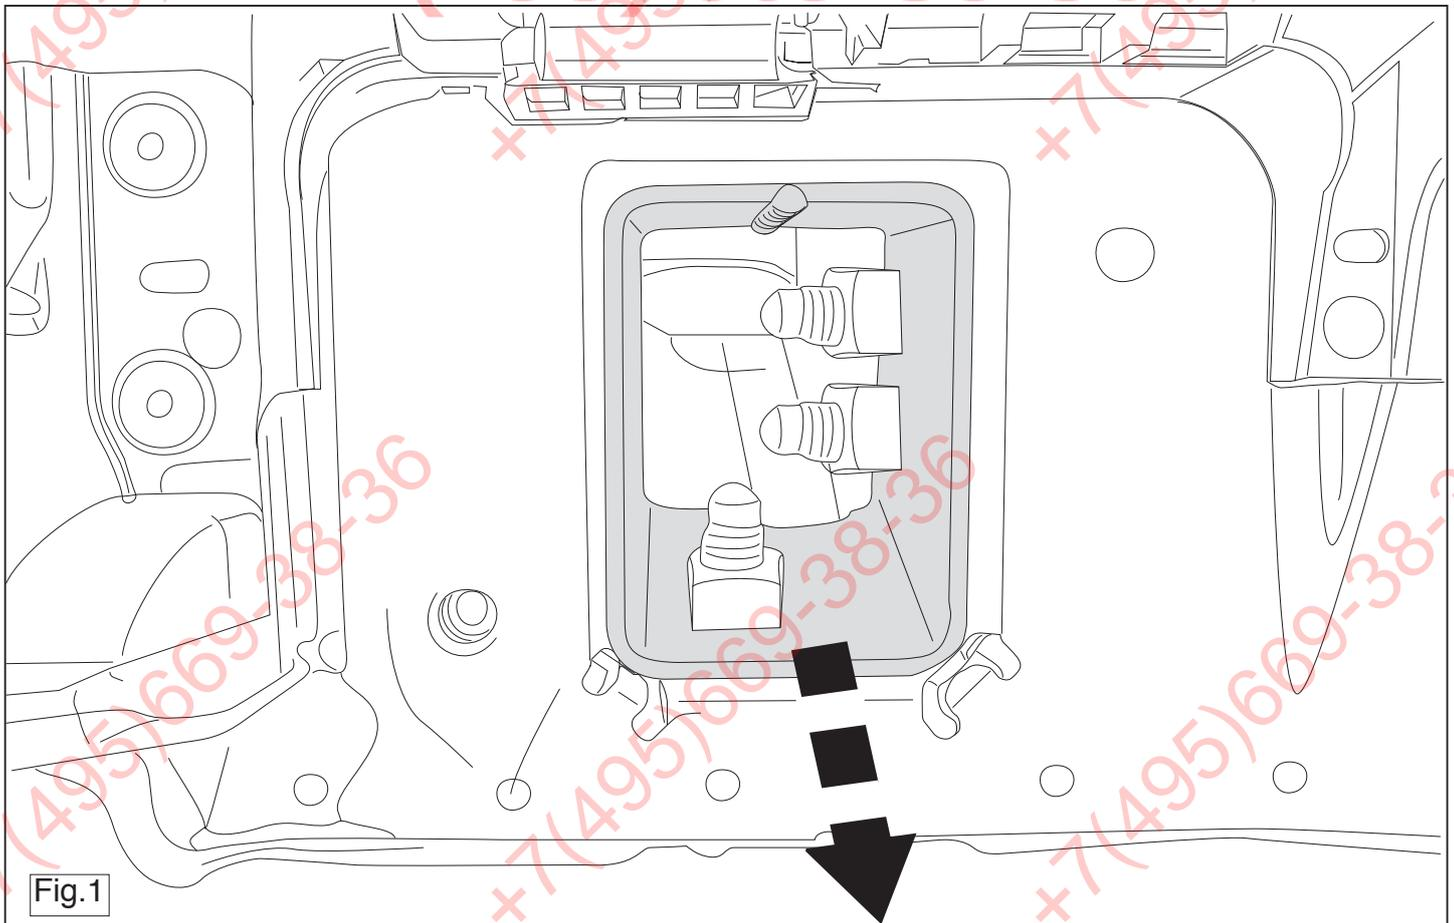

Fig.1
6. Remove the reinforcement tube from the chassis members. (fig 1)
6. Démontez le tube de renfort des poutres du châssis. (figure 1)
6. Demonter forstærkningsrøret fra chassisvangerne. (fig. 1)